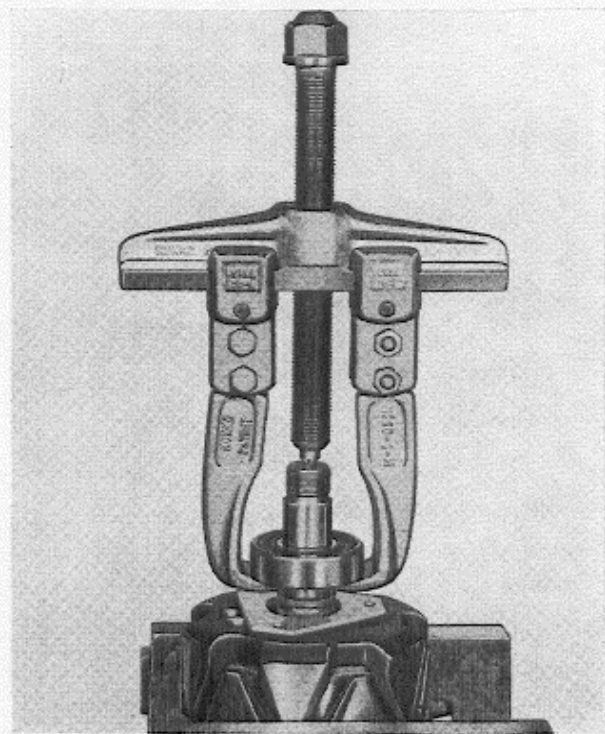

Abb. 3—15 Abziehen der Lager
2. Vorderes Lager mit einem Zweiarmabzieher von der Welle abziehen, siehe Abb. 3—15.
2. Vorderes Lager mit einer Preßhülse auf die Welle pressen; Preßdruck auf den Lagerinnenring gerichtet, siehe Abb. 3—16.